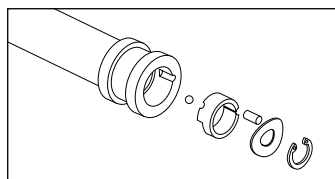

Fig. 3
7. Retirez délicatement la plaque d'indexation, la rondelle ondulée, la goupille d'indexation et la bille d'indexation. La bille d'indexation se trouve sous la plaque d'indexation (Fig. 3). Veillez à ne pas égarer la bille d'indexation car elle est petite et peut facilement se perdre.